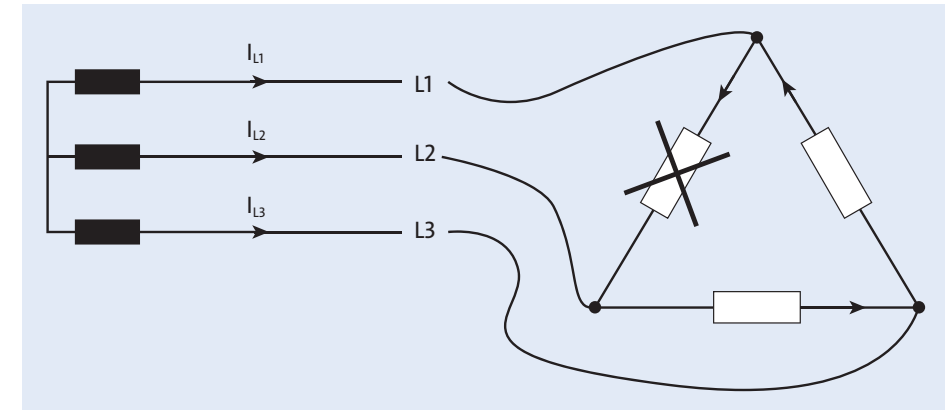

Abbildung 9.36 Ein defekter Widerstand stellt eine Unterbrechung des Stromkreises dar.
- e) Wenn ein Widerstand unterbrochen ist, stellt sich die Schaltung so dar wie in Abbildung 9.36.